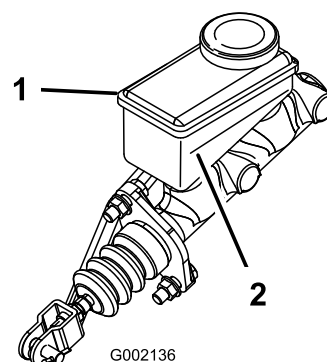

Figure 52
3. Observez le repère de niveau sur le côté du réservoir (Figure 52).
- B. Versez du liquide de frein DOT 3 dans le réservoir jusqu'à ce que le niveau dépasse le repère minimum (Figure 52).